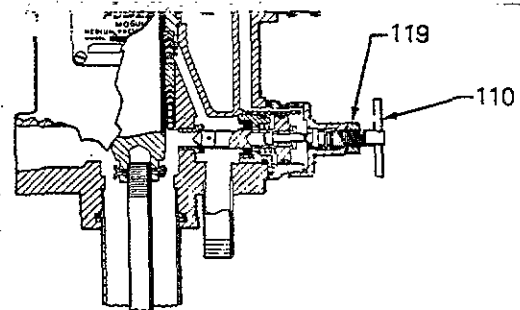

Abb. 2
Um Material zu zirkulieren, Relax-A-Valve öffnen, dafür die Mutter (19) lösen und Griff (110) im Gegenuhrzeigersinn soweit als möglich drehen. Pumpe anstellen und Material zirkulieren lassen. Pumpe abstellen und Relax-A-Valve schließen bzw. dieses auf Automatik stellen (siehe Abb. 2).